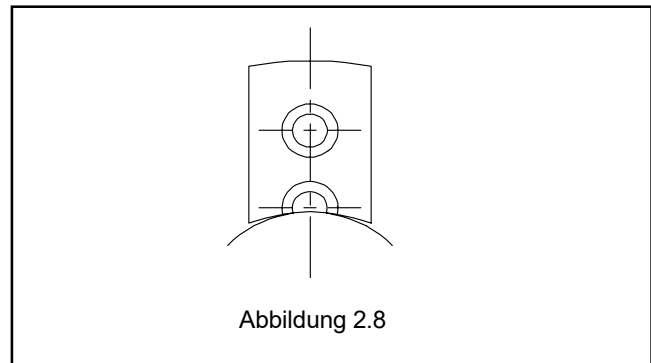

Abbildung 2.8
11. Der Spanndurchmesser der Backen exakt mit dem Werkstückdurchmesser übereinstimmt, wenn der Anlagepunkt innerhalb einer der Befestigungsbohrungen der Backen liegt. Ansonsten kann es hier zu einer unerwünschten 6 Punkt Anlage kommen. Diese hat immer einen Verlust an Wiederholgenauigkeit zur Folge. (siehe Abb. 2.8).